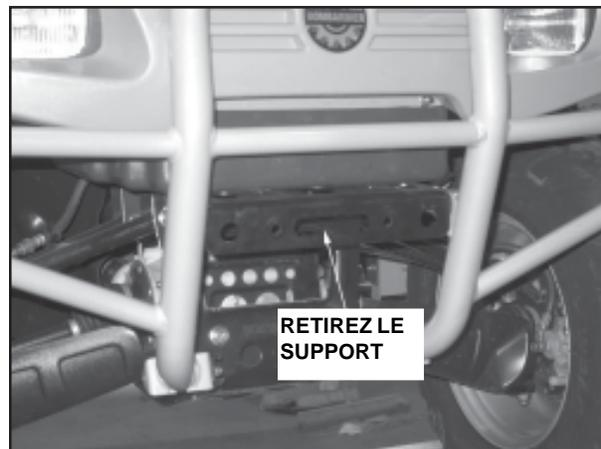

Figure 3
3. Retirez le support existant tel qu'illustré à la **figure 3**. Il sera remplacé par la nouvelle plaque de treuil fournie dans ce kit.
6. Placez le nouveau kit de montage du treuil, avec le treuil 3.0ci, dans la même position originale que le support situé sur le VTT, **figure 3** et **figure 5**. Serrez à présent tous les boulons supérieurs et inférieur du cadre.